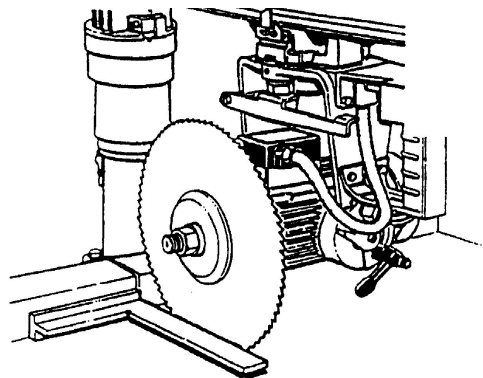

Fig. 1
Per verificare l'ortogonalità del braccio rispetto alla sponda di appoggio, è necessario usare come riscontro una squadretta di controllo a 90°. Appoggiare la squadretta come in Fig. 1. Allentare la leva a scatto (1) e la vite (2) ed abbassare la copertura telescopica (3). Allentare la vite (4) e ruotare il braccio fino ad ottenere la posizione corretta senza utilizzare la leva di sbloccaggio (pag. 18 N. 6). Effettuata la regolazione, riavvitare la vite (4) e rimontare la protezione telescopica (3) avendo cura di posizionare lo "0" di essa in corrispondenza della freccia incisa sull'attacco braccio.
To check whether the arm forms a right angle with the fence, use a 90° square. Place the square as shown in Fig. 1. Loosen the spring lever (1) and the screw (2) and lower the telescopic cover (3). Loosen the screw (4) and turn the arm until you obtain the right position but do not use the release lever (page 18 N. 6). Adjust and retighten the screw (4); refit the telescopic cover (3) paying attention to match the "0" with the arrow engraved on the arm connection.